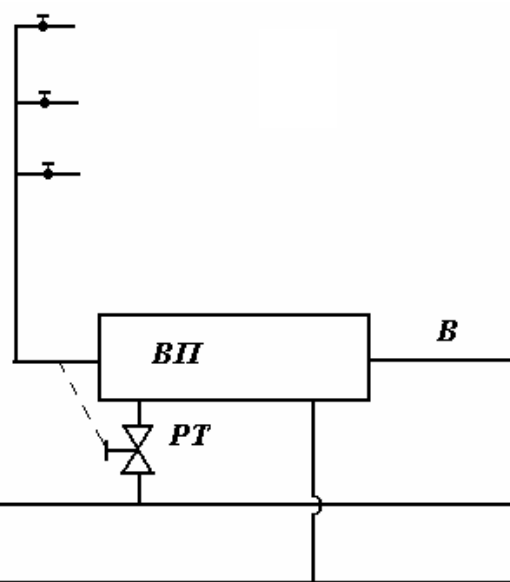

Рис. 29
4. Дать характеристику представленным схемам присоединения систем отопления к тепловым сетям, сравнить их (рис. 28). То же схем присоединения ГВ к водяным сетям (рис. 29).